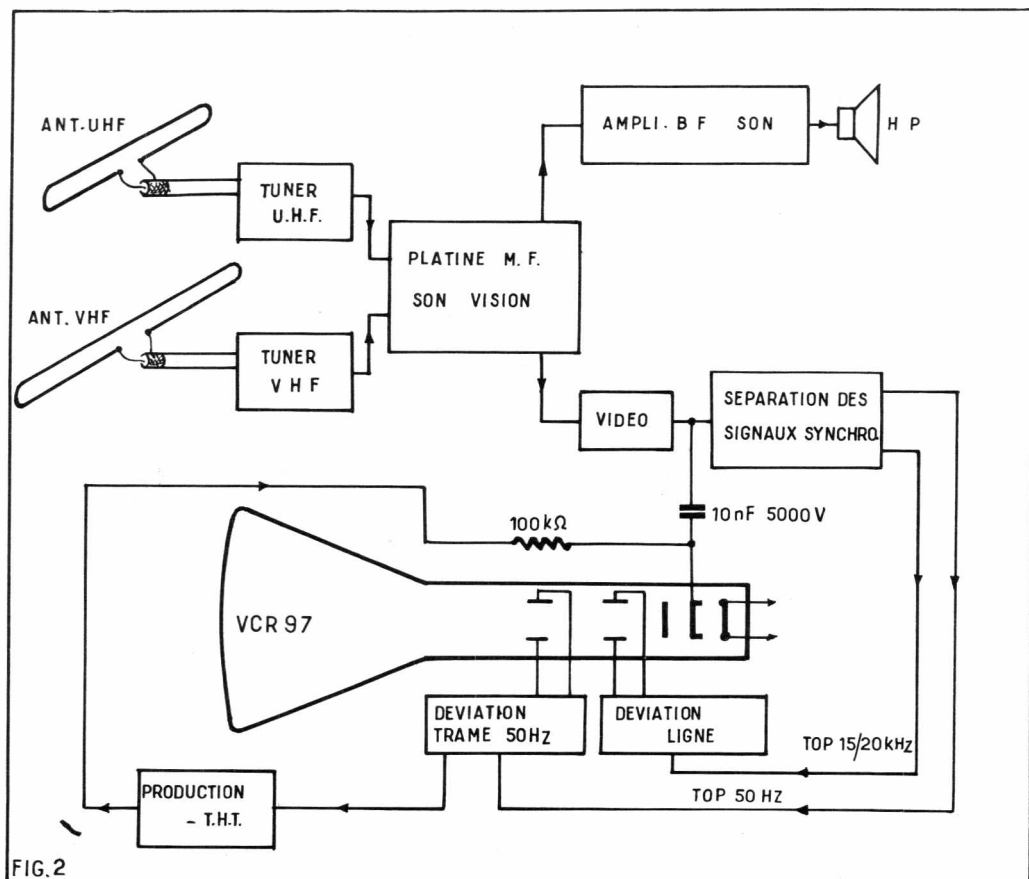

FIG.2
I. — Diagramme de fonctionnement (figure 2)